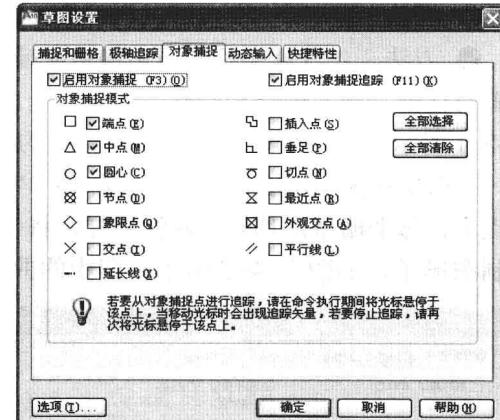

图 2-4-4
(2) 用户也可以使用草图设置对话框选择对象捕捉模式。再次右击“对象捕捉”按钮，在弹出的菜单中选择“设置”，打开草图设置对话框，在对象捕捉选项卡中设置，如图 2-4-4 所示。默认情况下状态栏“对象捕捉”按钮是启用状态，因此“启用对象捕捉”处于选中状态。